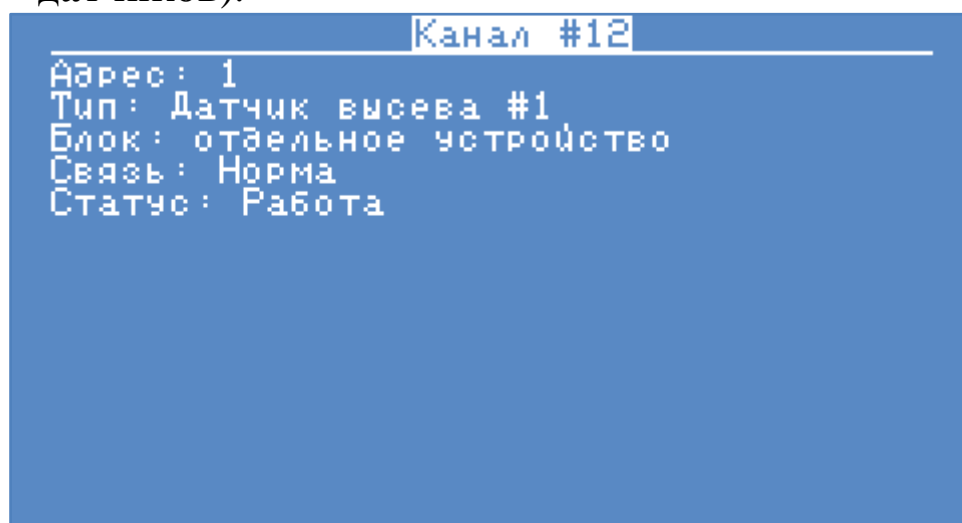

Рисунок 5 Состояние датчиков
- Экран состояния датчиков, см. «Рисунок 5».
На «Рисунок 5» изображен экран состояния датчиков. Экран содержит пять полей значений: